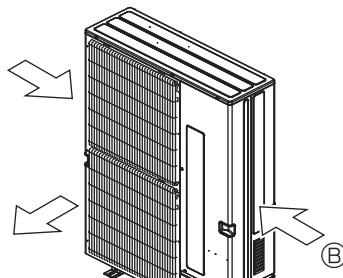

Fig. 2-17
- ② Coloque la unidad de manera que la salida de aire sople en dirección perpendicular a la dirección estacional del viento, si la conoce. (Fig. 2-17)